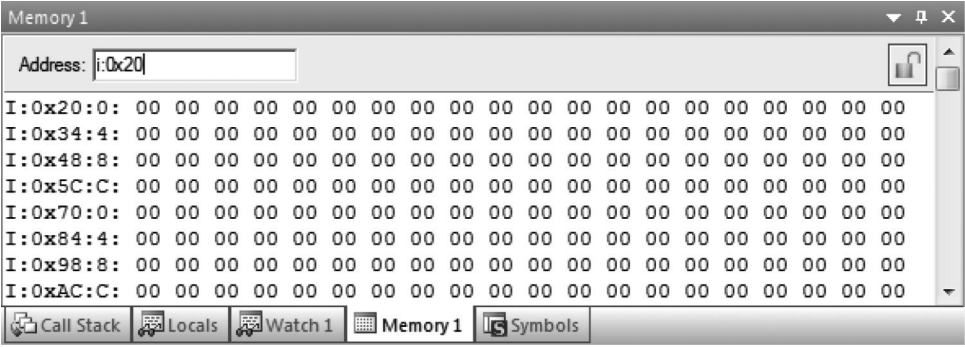

图 1-1-12 存储器窗口
单击菜单“View→Memory Window→Memory1”(或 Memory2，或 Memory3，或 Memory4)，可以显示与隐藏存储器窗口(Memory Window)，如图 1-1-12 所示。存储器窗口用于显示当前程序内部数据存储器、外部数据存储器与程序存储器的内容。
- b. 输入“I：存储器地址”，显示片内数据存储器相应地址的内容，图 1-1-12 显示的为片内数据存储器以 20H 单元为起始地址的存储内容。